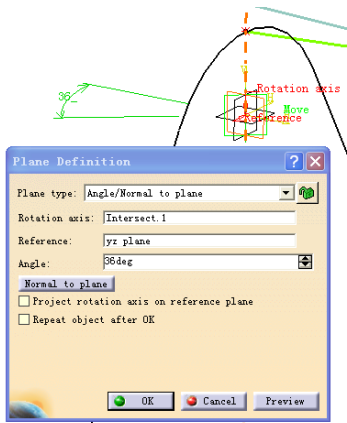

图 4-419
① 单击“平面”图标，在弹出的如图 4-419 所示对话框中选择 Angle/Normal to plane 作为建立平面的类型，选择 yz plane 作为参考平面，Intersect.1 作为旋转轴线，在 Angle 数值框中输入 36deg.，单击 OK 按钮完成平面 Plane.4 的建立。